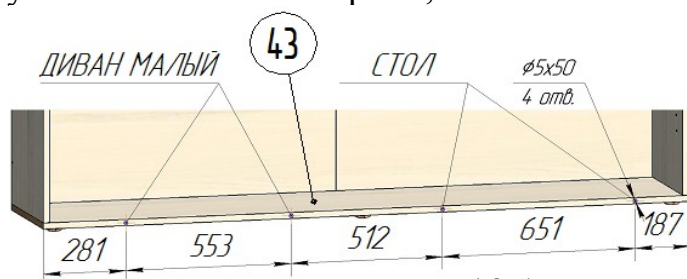
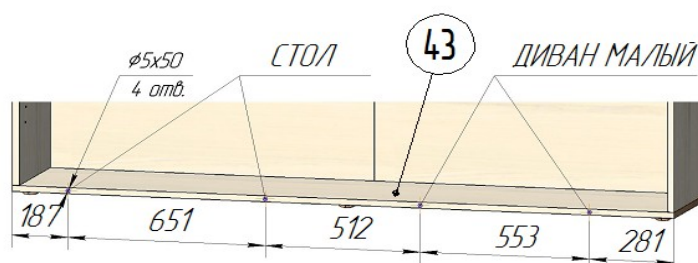

Рис.19.1
Рис.19.2
В зависимости от комплектации приобретенного Вами изделия, необходимо просверлить присадочные отверстия на лицевой стороне панели поз.43 в соответствии с рис.19.1, если диван будет устанавливаться слева, а стол справа. Просверлить отверстия в соответствии с рис.19.2, если диван будет устанавливаться справа, а стол слева.
49. Просверлить в панели нижней поз.43 отверстия $\varnothing 5 \times 50$ с координатами в соответствии с рис.19.1 и 19.2. Присоединить собранный каркас дивана к коробу с помощью винтов-конфирматов поз.89 (рис.29.1 и рис.29.2).